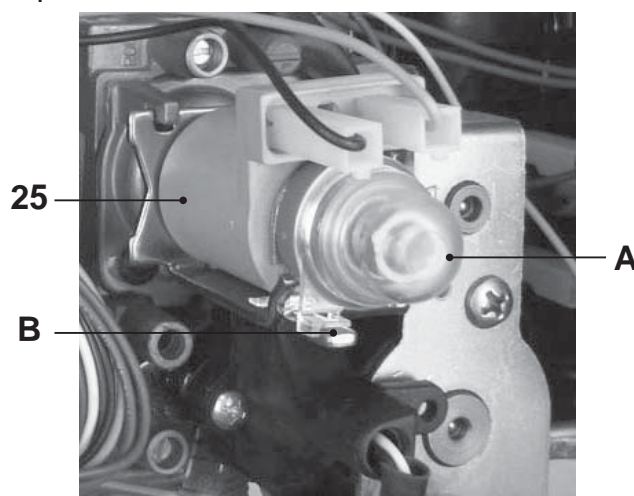

Fig. 7.2
- Rimuovere il cappuccio di protezione A dell'operatore modulante 25 in Fig. 7.2 ruotandolo in senso orario per liberarlo dal fermo B e facendo leva con un cacciavite piatto nella scanalatura.